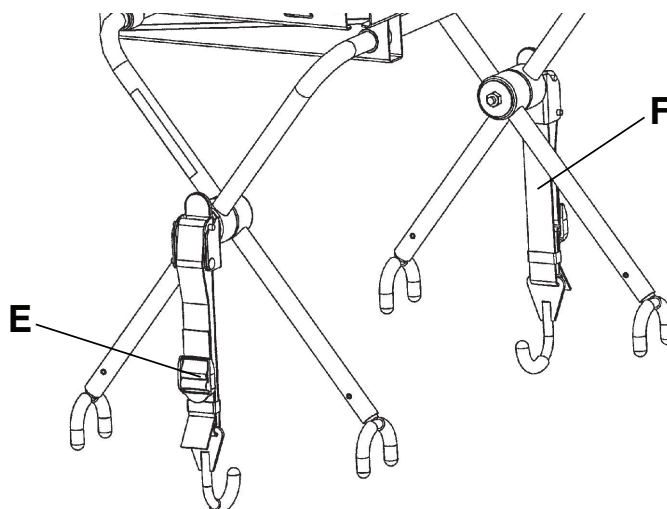

Figur 27 – Placering af låsekrog (model 6506 vist)
6. Placér kroglåsen (C) under bærelejets ramme eller fodendebeslaget, og skub tappen (D) opad, indtil den låser på plads på den ene side med et klik (Figur 27). Gentag på den modsatte side. Ved **Power-LOAD** kompatible bærer, hvis aktuelt, skal stropperne forlænges og fæstnes til fodendebeslaget (Figur 28).